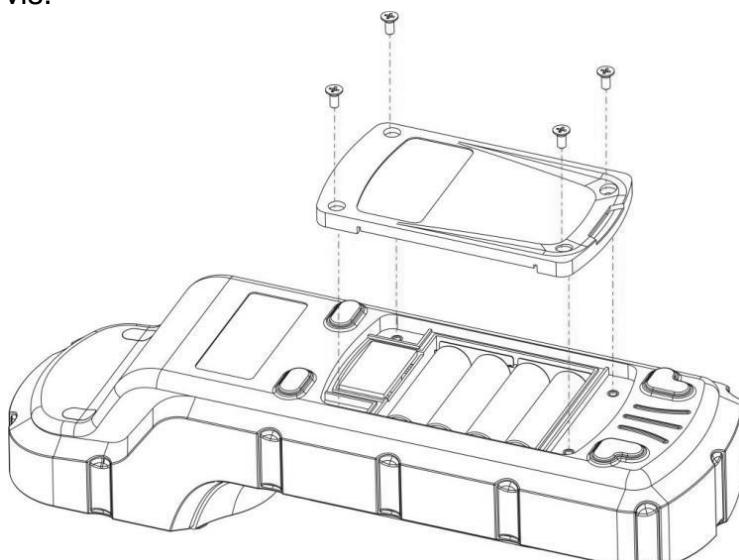

Figure 1 Remplacer les piles
Le compartiment des piles de l' AP50MM, illustré dans la figure 1, se trouve à l'arrière de l'instrument. Insérez un petit tampon sous la zone de l'écran pour que la surface arrière soit de niveau lorsque l'instrument est retourné. Installez les piles comme suit:
2. Insérez quatre piles dans leur support, comme indiqué sur la figure 1.